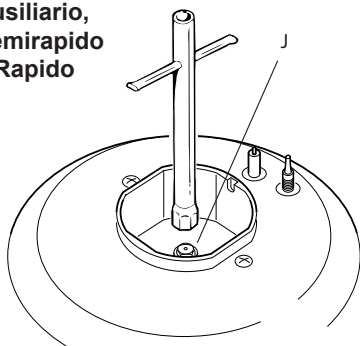

Fig. 5.2a
- Con una chiave fissa sostituire gli ugelli "J" (fig. 5.2a, 5.2b, 5.2c) con quelli idonei per il gas da utilizzare.